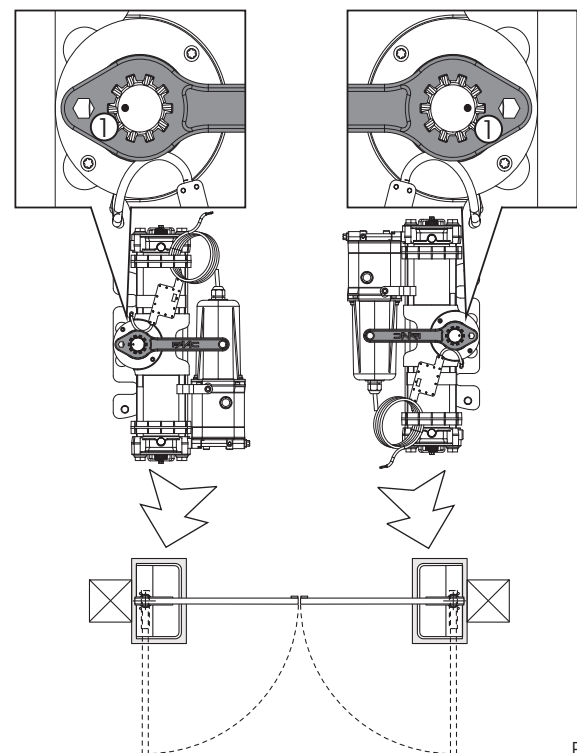

Fig.15
- 6) **Sans déplacer le pignon**, introduire sur l'opérateur la clé fournie en dotation (**Vérifier la position du burin sur le pignon Fig.15 réf.①**) et tourner éventuellement le pignon pour corriger la position (**Important pour le couplage correct pignon-douille rainurée lors du montage**).